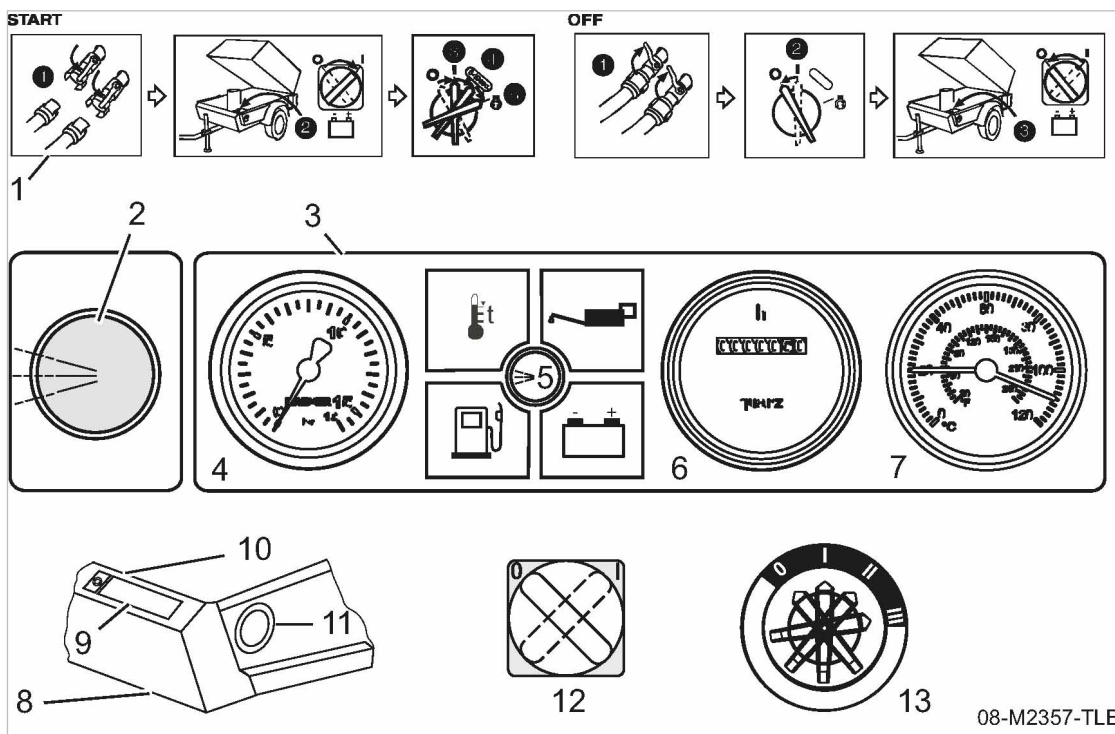

Fig. 31 Startarmaturen
Positie knop «lastbedrijf AAN» (2) zie afbeelding 31.